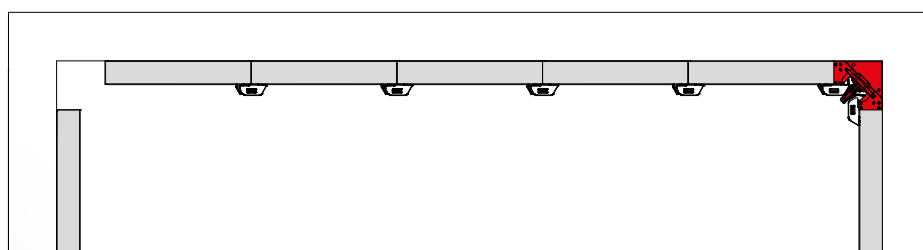

Fig. 41.3
3. Retirer l'angle intérieur décoffrant ST par le haut, puis décoffrer les panneaux (Fig. 41.3).